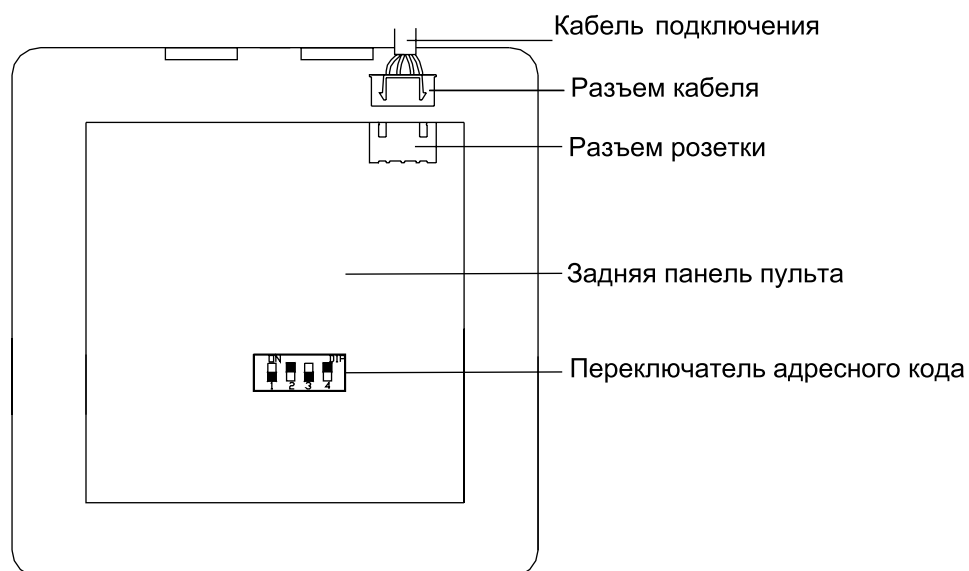

Рисунок 10.2 — Подключение кабеля управления
- Соедините разъемы соединительного кабеля и пульта (см. рис.10.2)